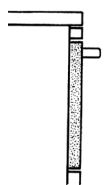

Bild 37
- Backofentür schließen und korrekten Sitz prüfen (Bild 37).